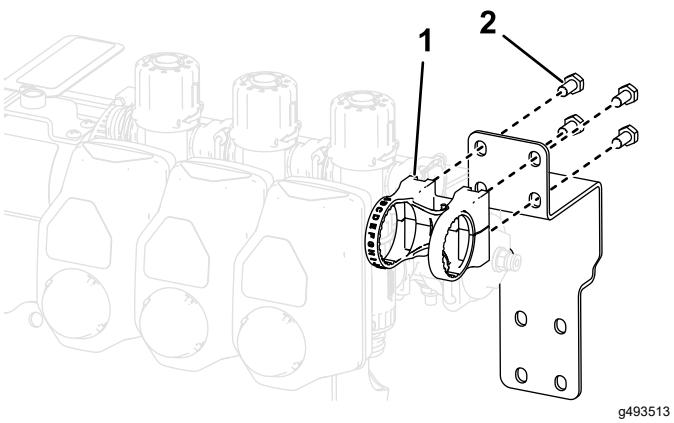

Figure 28
6. Montez la vanne de commande sur le haut de la patte de fixation au moyen de 4 vis (M6), comme montré à la Figure 28.